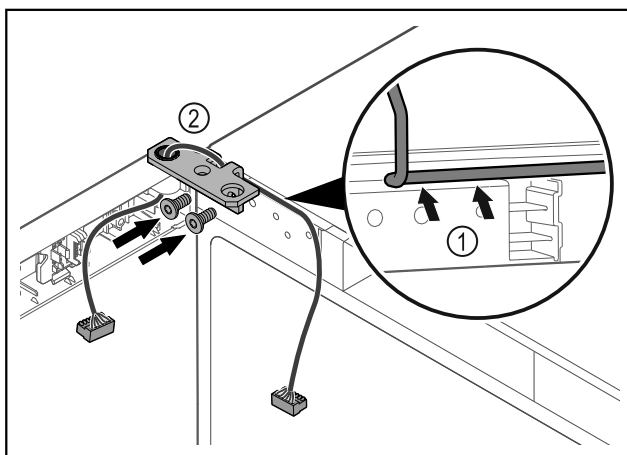

Fig. 40
- ▶ Vezesse át a kábelt a csuklópánton lévő nyíláson, majd óvatosan fektesse le Fig. 40 (1).
- ▶ Csavarozza fel a csuklópántot Fig. 40 (2).